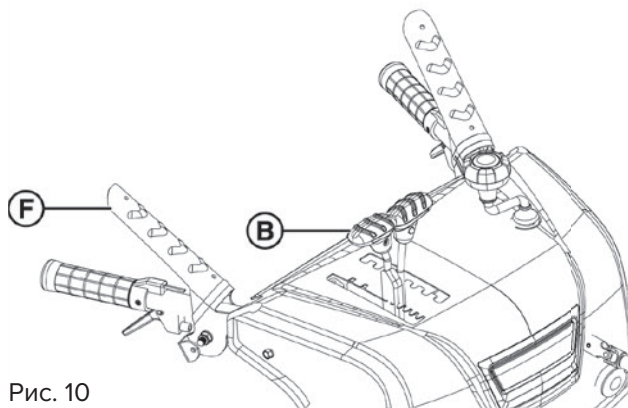

Рис. 10
1. Чтобы переместить снегоуборщик вперед, установите рычаг управления скоростью (В, Рис. 10) в одно из передних положений.
3. Нажмите и удерживайте рычаг управления шнеком (F).